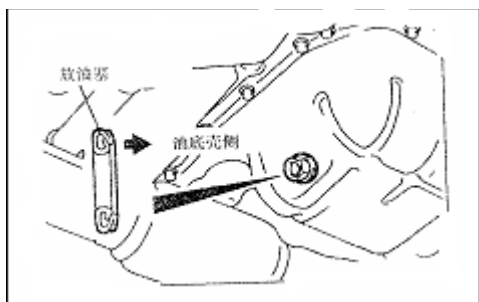

图 6-1
- (1)检查机油的油量是否在油量表的显示范围内。
- (2)检查机油是否明显变脏，冷却液或汽油是否混入，检查机油是否有适当的粘度(见图 6-1)。